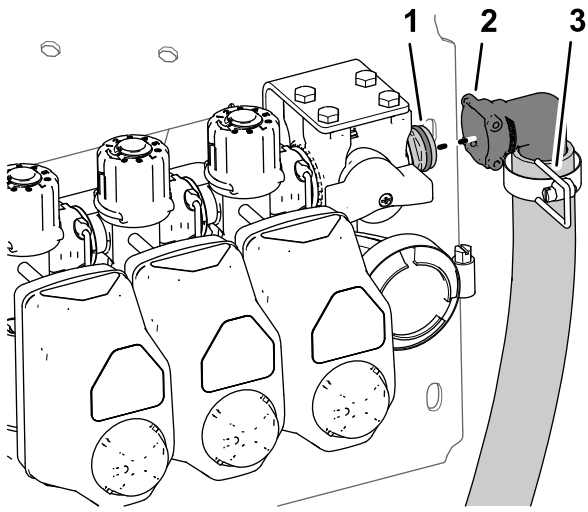

图 44
6. 取出将旁通软管的 90 度宝塔接头固定至右喷洒臂段阀旁通阀的快速断开接头的卡环将软管与阀接头分开图 44。